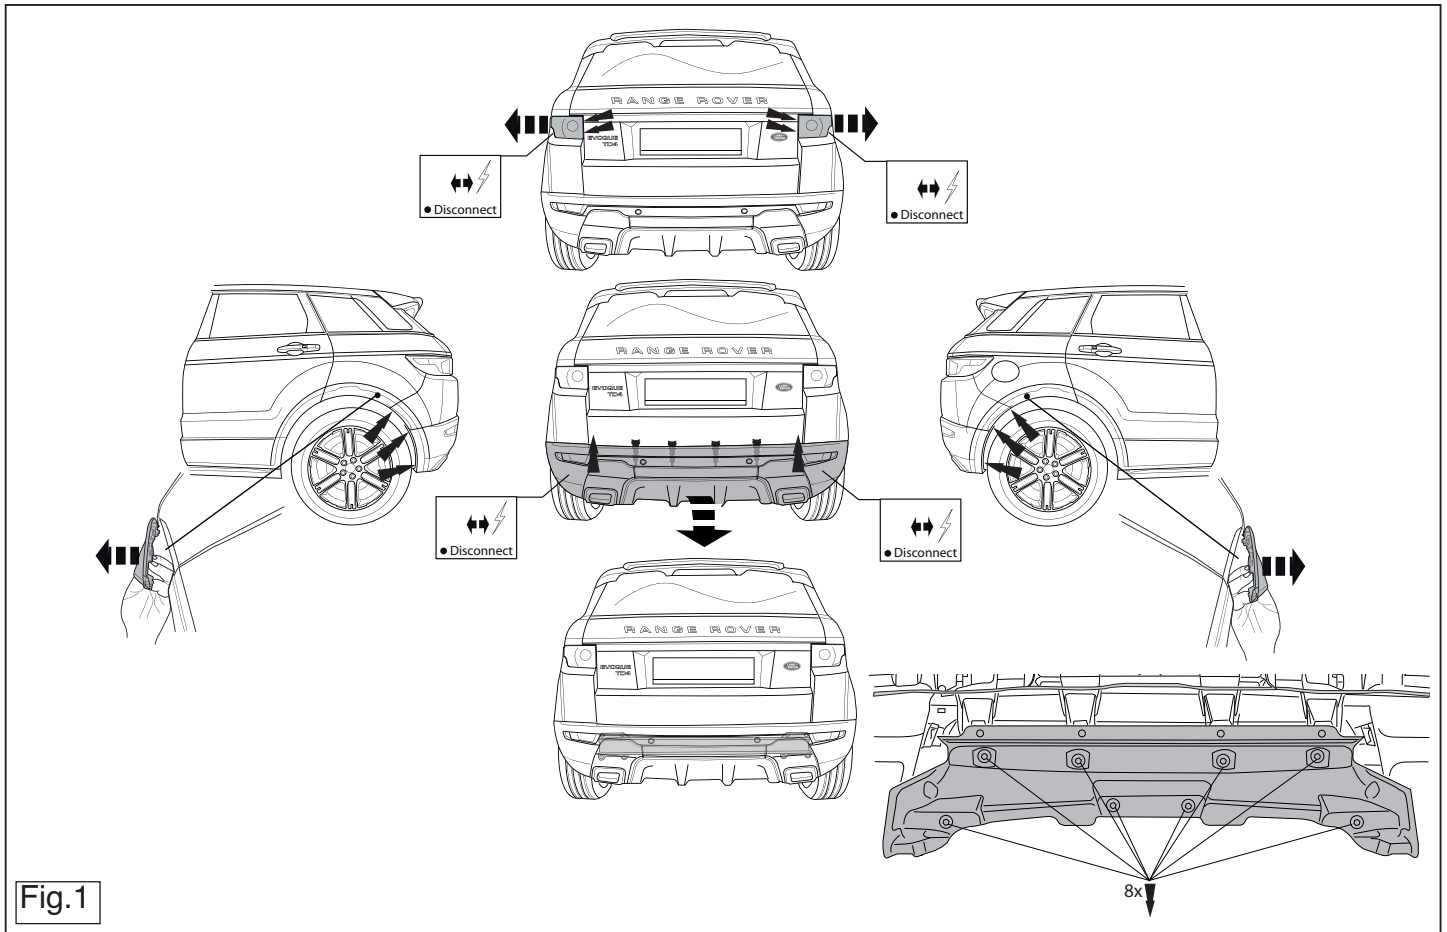

Fig.1
1. Снять оба блока задних фар. (См. рисунок 1)
2. Снять бампер. (См. рисунок 1)
6. Снять теплозащитный экран с внутренней поверхности бампера. (См. рисунок 1)